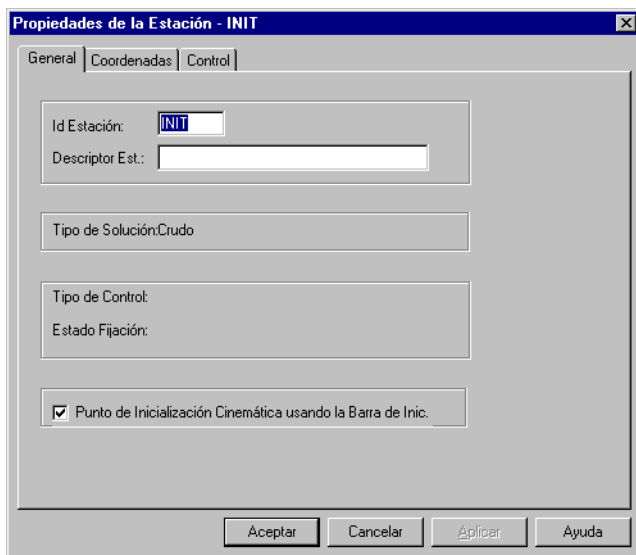

Figura 13.8. Visualizando Propiedades de Punto de Inicialización
20. Verifique que hay una marca en el cuadro que está a la izquierda de **Punto de Inicialización Cinemática usando Barra Inicializadora** (Figura 13.8).